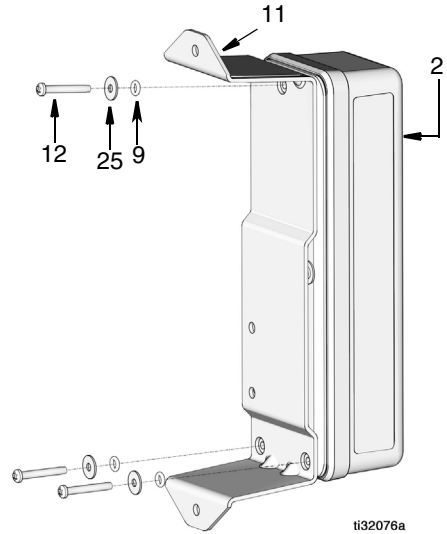

FIG. 12
- Alinee el conjunto del alojamiento del PAC (2) con la ménsula (11). Instale las juntas tóricas (9), las arandelas (25) y los tornillos (12) para fijar la ménsula al alojamiento (FIG. 12).